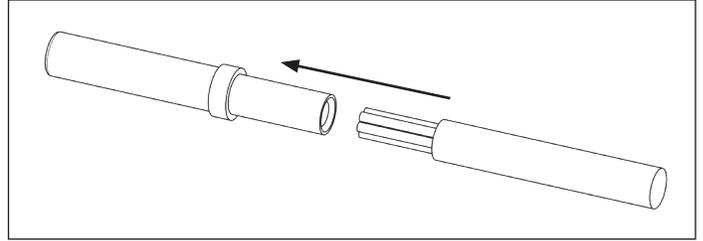

Figura 4: Pelar los cables y presionar los terminales
3. Pele los cables cortados. Con una tenaza engarzadora adecuada, engarce los terminales suministrados en los cables pelados. *Vea la figura 4.*